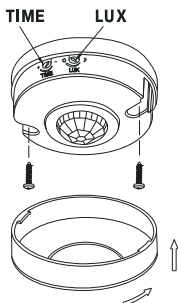
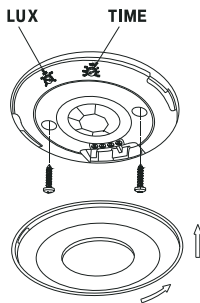

Рисунок 11 – Датчик движения ДД-025, ДД-027
Рисунок 12 – Датчик движения ДД-026
- Повернуть против часовой стрелки защитную крышку датчика. Снять крышку (рисунок 11, рисунок 12).
- Установить датчик на опорную поверхность (потолок, стена) и закрепить его через два отверстия в корпусе винтами самонарезающими (рисунок 11, рисунок 12).